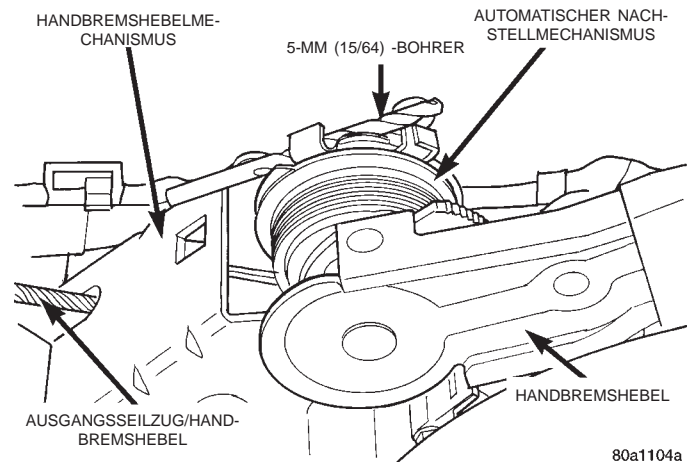

Abb. 125 Korrekt nachgespannter Handbremshebel
(9) Der Nachstellmechanismus am Handbremshebel ist wie folgt nachzuspannen.
- Sicherstellen, daß sich der Handbremshebel in der **tiefstmöglichen Stellung** befindet, wenn versucht wird, am Ausgangsseilzug des Handbremshebels zu ziehen (Abb. 125).
- Den Ausgangsseilzug des Handbremshebels (Abb. 125) mit der Hand greifen und nach oben ziehen.
- Weiter am Seilzug ziehen, bis ein 5-mm (15/64)-Bohrer in den Nachstellmechanismus eingeführt werden kann wie in (Abb. 125) dargestellt. Dadurch wird der automatische Nachstellmechanismus blockiert und die Spannung des Ausgangsseilzuges der Feststellbremse gelöst. Jetzt können die hinteren Seilzüge der Feststellbremse leicht von der Ausgleichsvorrichtung gelöst werden.
(3) Den Nachstellmechanismus am Handbremshebel wie folgt entspannen.
- Den Ausgangsseilzug des Handbremshebels mit der Hand greifen und nach oben ziehen, bis der zum Nachspannen des Nachstellmechanismus benutzte Bohrer nicht mehr unter Spannung steht (Abb. 125).
- Den Bohrer aus dem Nachstellmechanismus für den Handbremshebel herausziehen (Abb. 125).
(4) Den Kabelbaum mit Clips an der Hebelhalterung befestigen.